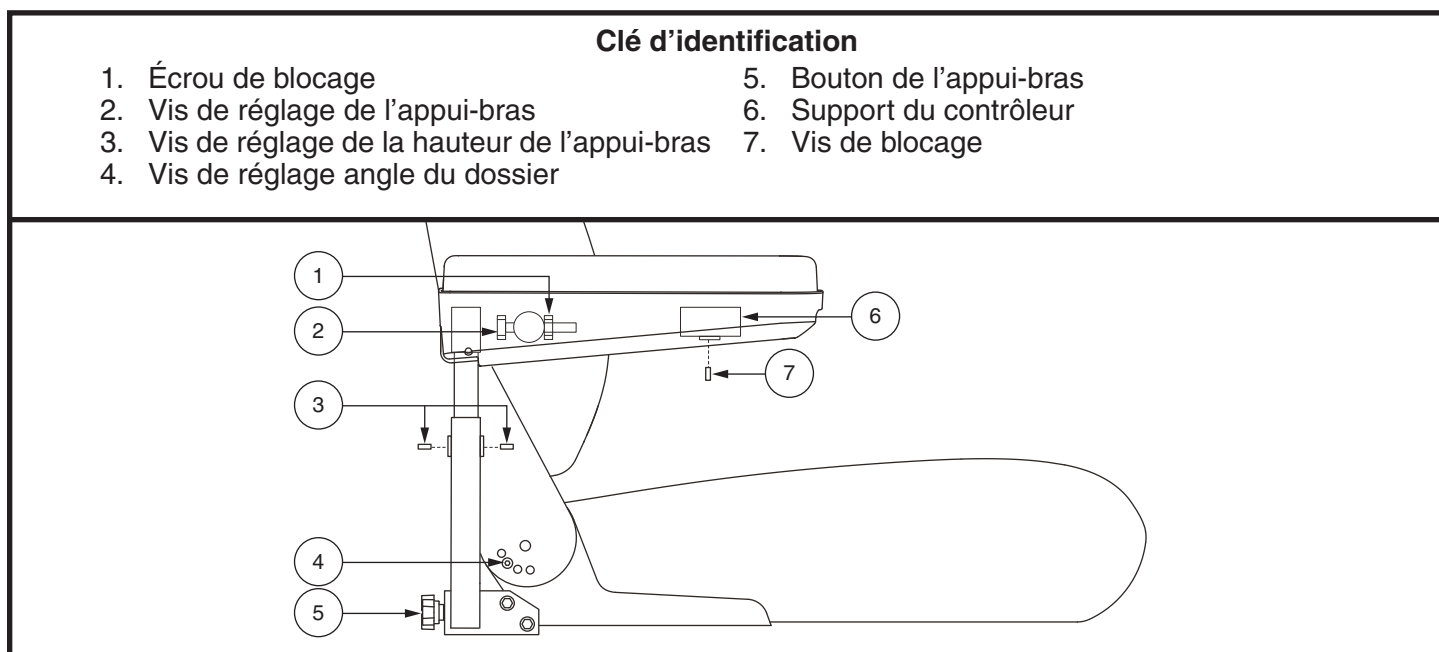

Figure 13. Réglages des appuis-bras et dossier
1. Retirez la vis de réglage de l'inclinaison du dossier de chaque charnière. **Voir la figure 13.**
1. Repérez les deux boutons de réglage sur le support des appuis-bras. **Voir la figure 13.**
1. Relevez l'appui-bras perpendiculaire au plancher. **Voir la figure 13.**
1. Desserrez les vis de blocage sur les dos de chaque support d'appui-bras. **Voir la figure 13.**
2. Desserrez la vis de blocage sous l'appui-bras. **Voir la figure 13.**
11. Fixez le câble du contrôleur sur l'appui-bras avec des attaches pour câble. **Voir la figure 13.**